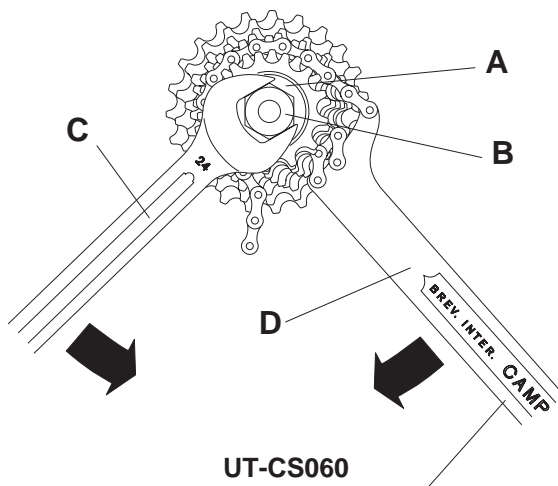

Fig. 20
- Smontate la ghiera (A), usando l'utensile (B) (UT-BB080) con la chiave esagonale (C) da 24 mm e la frusta (D) (Fig. 20).
- Remove the ring (A), using the tool (B) (UT-BB080) with the 24 mm hexagonal key (C) and the chain whip (D) (UT-CS060) as illustrated (Fig. 20).
- Den Schließring (A) mit dem Campagnolo Werkzeug UT-BB080 (B) zusammen mit dem sechseckigen 24 mm Schlüssel (C) und dem Kettengegenhalter (D) (UT-CS060) abnehmen (siehe Abb. 20).
- Démonter la bague (A), en utilisant l'outil (B) (UT-BB080), la clé Allen (C) de 24 mm ainsi que le fouet à chaîne (D) (UT-CS060) comme le montre la figure (Fig. 20).
- Desmontar la virola (A), con la herramienta (B) (UT-BB080), con la llave hexagonal (C) de 24 mm y la llave con cadena (D) (UT-CS060) como está ilustrado (Fig. 20).
- Verwijder de ring (A) met de sleutel (B) (UT-BB080) en door middel van de zeshoekige 24 mm sleutel (C) + de kransafnemer (D) (UT-CS060), zoals geïllustreerd (Fig. 20).